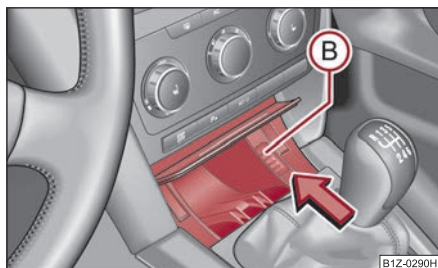

Fig. 111 Extraer el suplemento del cenicero delantero
- Presione el suplemento de cenicero en la zona (B) ⇒ fig. 111 (el suplemento saldrá hacia fuera) y sáquelo.